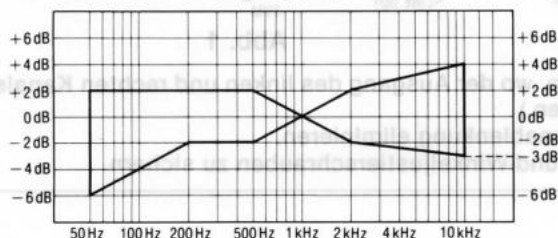

Abb. 7
3. Das in Schritt 2 aufgezeichnete Signal wiedergeben und prüfen, ob der Pegel jeder Ausgangsfrequenz im Bereich liegt, der in Abb. 7 im Vergleich zur Referenzfrequenz (1 kHz) gezeigt wird.